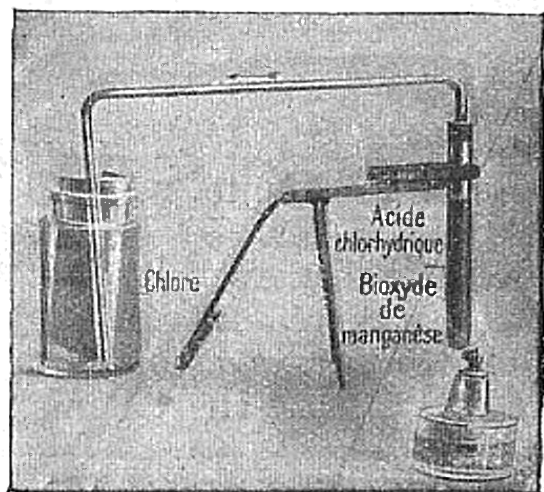

Fig. 86. — L'acide chlorhydrique chauffé avec du bioxyde de manganèse laisse dégager un gaz décolorant (le chlore).
2. Préparation du chlore. — **Expérience.** — Pour préparer du chlore, on chauffe très doucement un tube à essais (fig. 86) contenant environ 1 gr. de bioxyde de manganèse et un peu d'acide chlorhydrique. Le chlore se dégage; comme il est plus lourd que l'air, on peut le recueillir dans un flacon débouché. Si dans ce flacon on a placé un papier où l'on vient d'écrire, les caractères pâlissent.